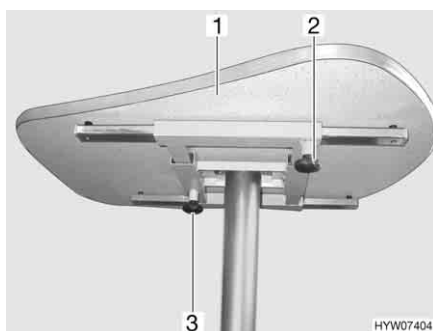

Fig. 68 Tavolo fisso con piede del tavolo ancorato
- Svitare la vite a testa cilindrica zigrinata (Fig. 68,2).
- Spingere il piano del tavolo (Fig. 68,1) nella posizione desiderata.
- Svitare la vite a testa cilindrica zigrinata (Fig. 68,3).